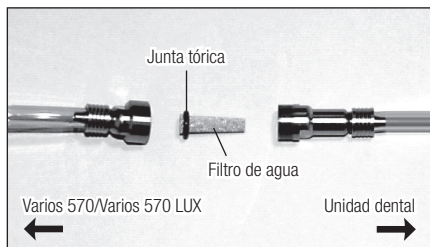

Fig.20
- 3) Cuando el alojamiento del filtro de agua se separe lo puede cambiar, tal y como se muestra en la Fig. 20.